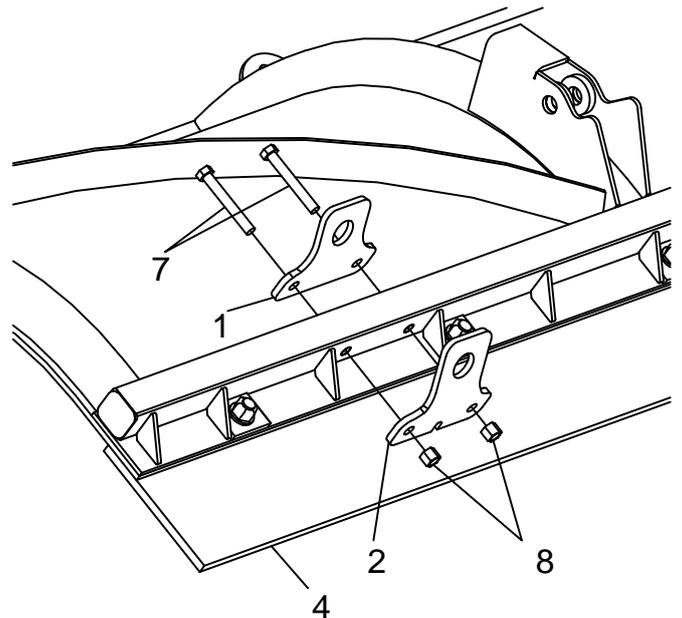

Bild 2. Pflug Schuh Halter Montage
- 6) Nehmen Sie die zwei 3/8"-16 X 2-3/4" Sechskant Schrauben (7) und die zwei 3/8"-16 selbstsichernden Schrauben (8), und befestigen die obere Halteplatte (1) und untere Halteplatte (2) am Vierkant. Noch nicht festziehen. Siehe Bild 2.
- 7) Setzen Sie die Distanzhülse (6) zwischen die obere und untere Halterung.